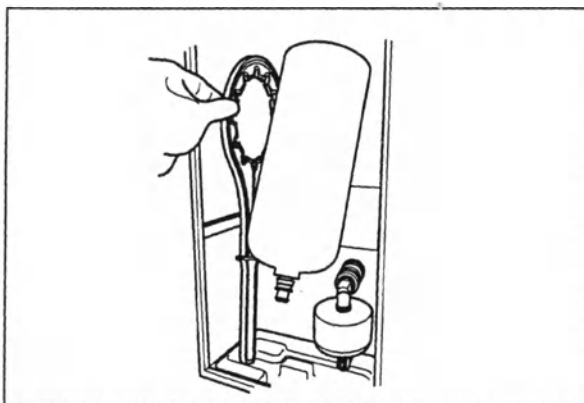

Рис. 4.20
9. Снимите с корпуса фильтра инструмент для присоединения/отсоединения водяного фильтра и поместите его в отделение слева от корпуса водяного фильтра (см. рис. 4.20).